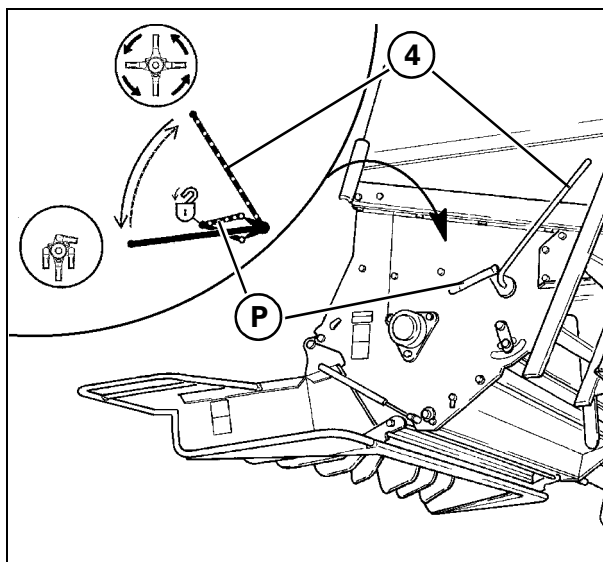

Рис. 26
- 2.) С помощью рычага управления (4 Рис. 26) отпустите дефлектор солом (1) (в зависимости от стороны движения).
- 3.) Откройте зажимы (2) с обеих сторон пластины дефлектора. Поднимите крышку (3) и заблокируйте ее в таком положении при помощи стержня (4).